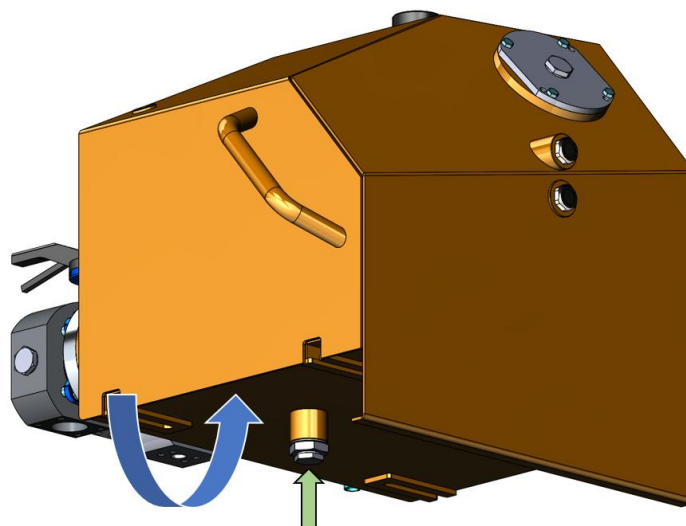

Рисунок 5.48. Сливная пробка на гидравлическом баке
► Отвернуть пробку-колпачок со сливного клапана на нижней стороне гидравлического бака, см. рис. 5.48 (показано стрелкой).